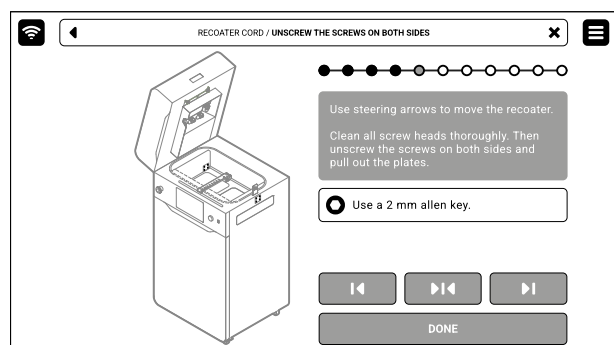

Abb. 12.13 Entferne die Schraube der Recoater-Kordel ab.
11. Löse mit einem 2-mm-Inbusschlüssel die Schrauben an der Montageplatte des Recoaters auf der linken und rechten Seite (Abb. 12.13).